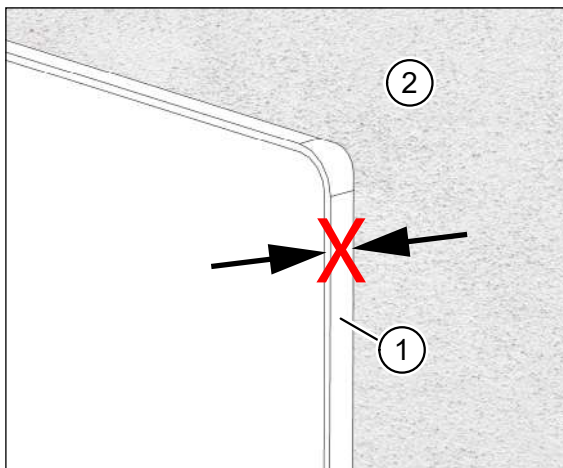

Abb. 32: Putzrahmen steht über Putz über
- Der Putzrahmen (Pos. 1 in Abb. 32) steht über den Putz (Pos. 2 in Abb. 32) über.